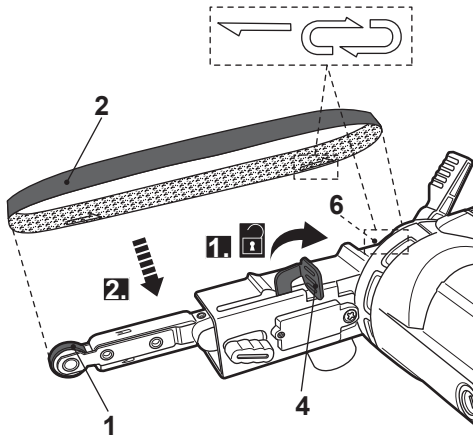

Fig. 2
- > Tire de la palanca de sujeción (4) totalmente hacia afuera (Fig. 2, paso 1).
- > Preste atención a la dirección de rotación indicada en la parte interior de la banda lijadora (2). Alinee la banda lijadora (2) de acuerdo con la dirección indicada en la carcasa de la lijadora y deslícela sobre el rodillo frontal (1) y el rodillo motriz (6) (Fig. 2, paso 2).